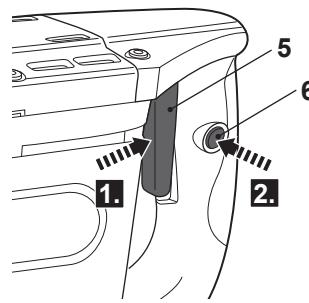

Fig. 4
- > Apăsați comutatorul de pornire/oprire (5) pentru a porni produsul (Fig. 4).
- > Eliberați butonul de PORNIRE/OPRIRE (5) pentru a opri produsul.
- > Apăsați comutatorul de pornire/oprire (5) pentru a porni produsul și țineți-l în poziție.
- > Apăsați butonul de blocare (6) pentru a bloca comutatorul de pornire/oprire (5) (Fig. 4). Comutatorul de pornire/oprire (5) este acum blocat pe utilizarea continuă.
- > Apăsați și eliberați butonul de pornire/oprire (5) pentru a opri produsul.